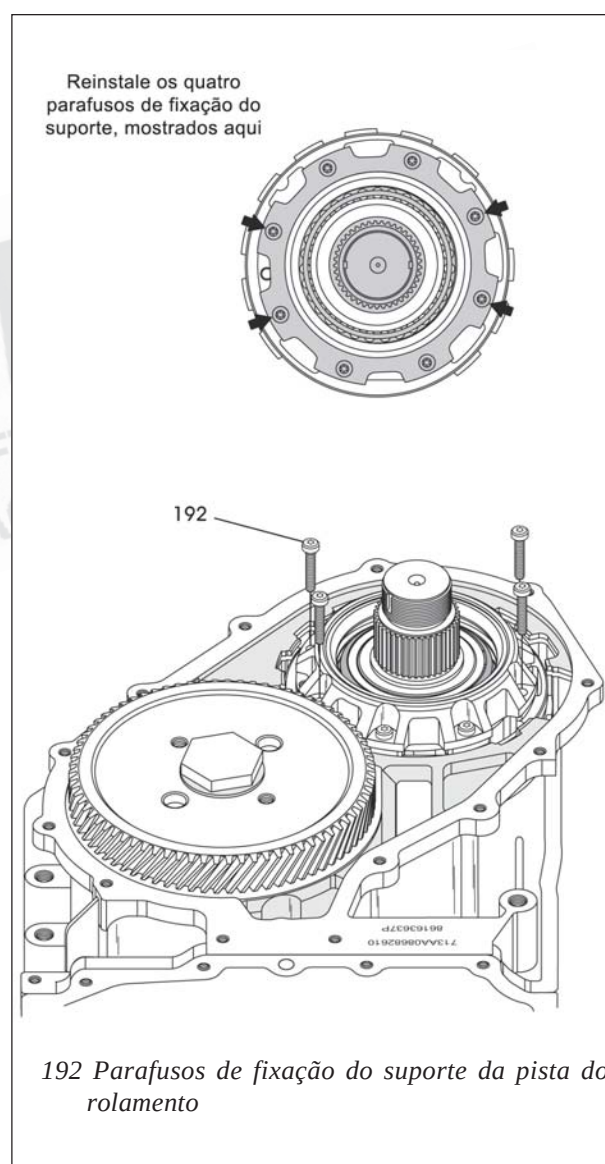

Figura 233
10. Remova a ferramenta especial e reinstale os quatro parafusos do conjunto retentor do rolamento, conforme mostra a figura 233, e aperte-os com um torque de 12 Nm.